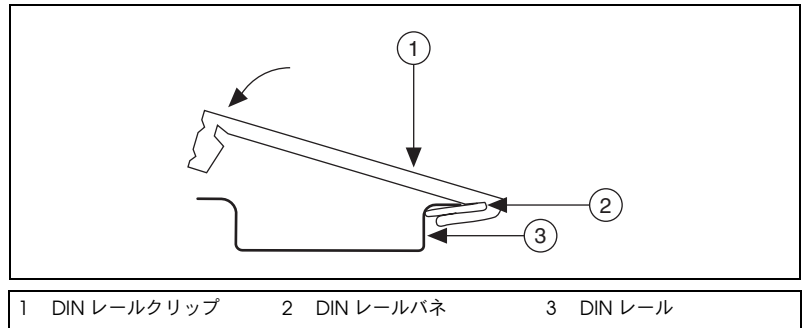

図 12 クリップの挿入された DIN レールの 1 つの端
2. 図 12 のように、DIN レールの 1 つの端を DIN レールクリップの深い方の開口部分に挿入します。